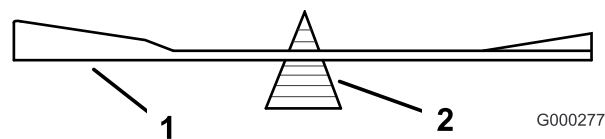
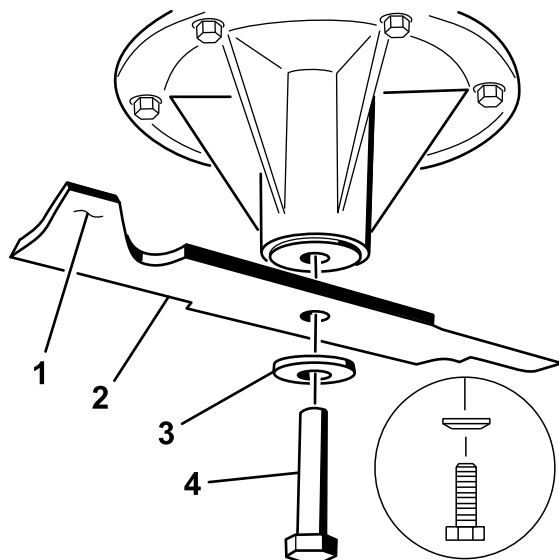

Figure 96
Figure 97
1. Placez la lame sur l'axe (Figure 97).
2. Installez la rondelle élastique et le boulon de la lame. Le côté bombé de la rondelle élastique doit être dirigé vers la tête du boulon (Figure 97). Serrez le boulon à un couple de 115 à 150 Nm (85 à 110 pi-lb).
2. Vérifiez l'équilibre de la lame en la plaçant sur un équilibreur (Figure 96). Si la lame reste horizontale, elle est équilibrée et peut être utilisée. Si la lame est déséquilibrée, limez un peu l'extrémité de la partie relevée seulement (Figure 97). Répétez la procédure jusqu'à ce que la lame soit équilibrée.